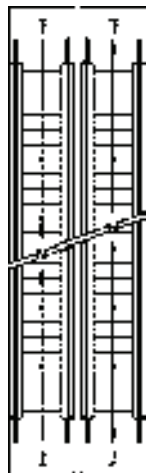

图 6-66 自动扶梯
2) 单击“确定”按钮关闭对话框，点取梯段的插入位置，创建自动扶梯，结果如图 6-66 所示。